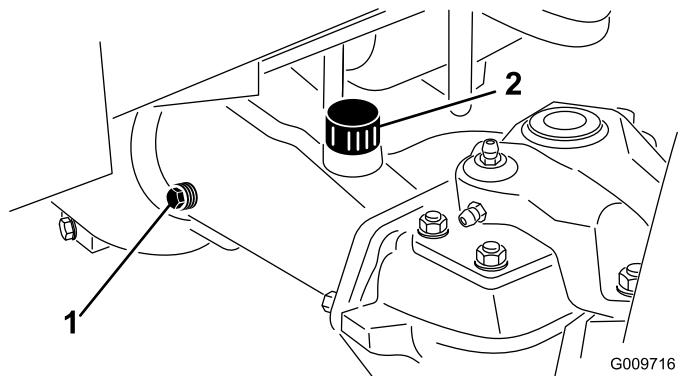

Bild 50
2. Entfernen Sie die Prüfschraube aus einem Ende der Achse (Bild 50) und stellen sicher, dass der Schmierstoff die Unterseite des Lochs erreicht.
**Hinweis:** Entfernen Sie bei niedrigem Ölstand die Füllschraube (Bild 50) und füllen genug Öl ein, um den Stand bis an die Unterseite der Prüfschraubenöffnungen anzuheben.